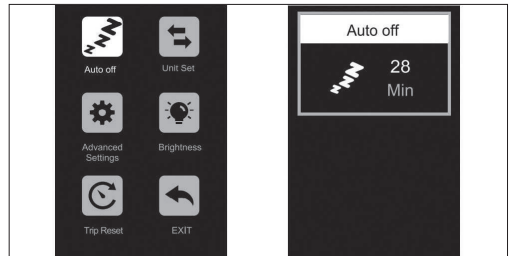

Figura 4-1
**Auto Apagado:** Si entra en esta configuración, puede ajustar el tiempo de apagado automático, como se muestra en la (Figura 4-1).